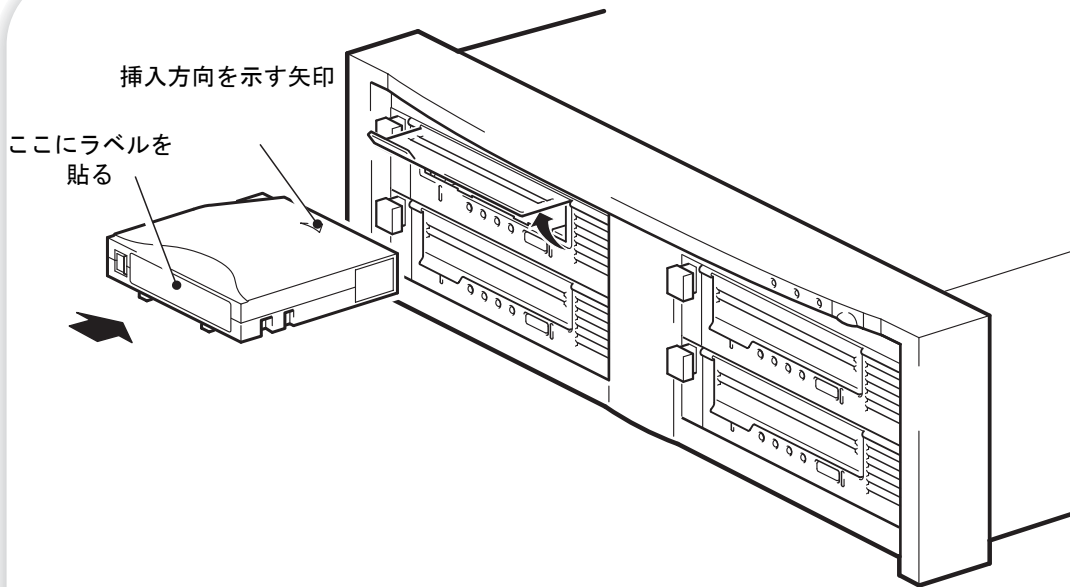

図 6a: カートリッジのロード
- 1 印がついている面が上に来るようにカートリッジを持ち、ドライブの前面にあるスロットに白色の矢印の方向にカートリッジの入り口を持ち上げて、挿入します。カートリッジがロードされ始めるまで、静かに押込みます (図 6a を参照)。